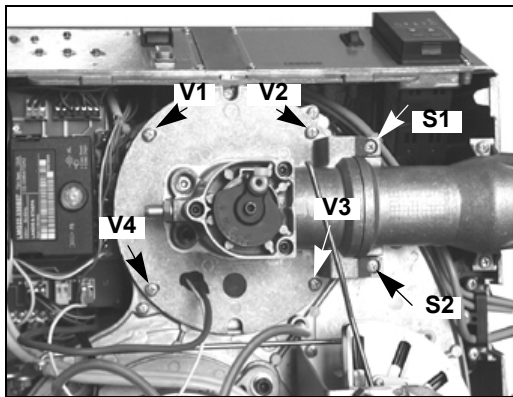

Fig. 44
- Smontaggio esame e pulizia testa di combustione (vedi Fig. 44 e successive).
- 1 Rimuovere le 4 viti **V1**, **V2**, **V3**, **V4** e la coppia di viti **S1** e **S2** (Fig. 44).